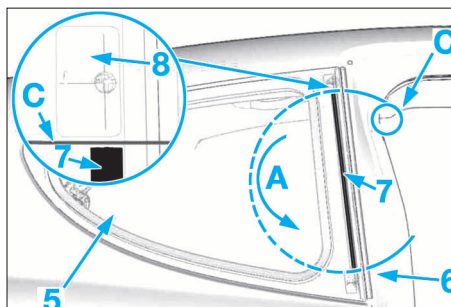

FIG. 73
- A l'aide d'un ruban adhésif (2), protéger la carrosserie (4).
- Passer le fil à couper (C) dans le cordon de colle, entre les agrafes (8) (Fig.73).